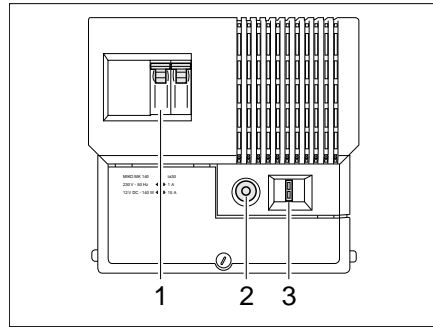

Bild 89 Netzgerät
In das Netzgerät sind der 230-V-Sicherungsautomat (Bild 89,1), der Überlastungsschutz (Bild 89,2) und die Hauptsicherung (Bild 89,3) integriert.
- Den Schaltknopf des Überlastungsschutzes (Bild 89,2) drücken (Stellung "EIN").